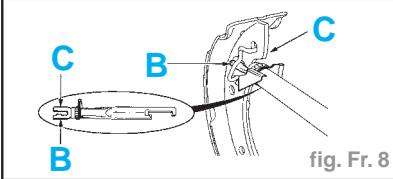

fig. Fr. 8
- Positionner correctement le mécanisme de rattrapage (fig. Fr. 8) :